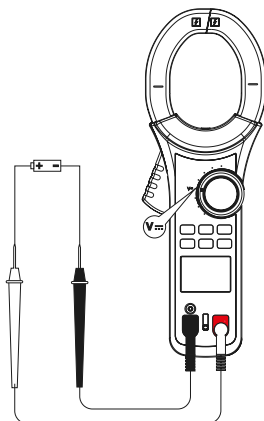

Рис. 3 Измерение напряжения постоянного тока
### 7.1 Измерение напряжения постоянного тока (рис.3)
3. Подключите щупы параллельно к тестируемой цепи или нагрузке (рис. 3).